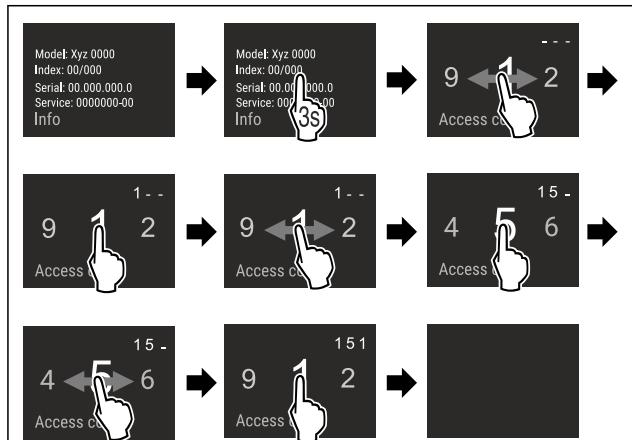

Fig. 4 Beispielhafte Darstellung: Zugang mit Zahlencode
- Fig. 4 Beispieldarste. Darstellung, Zugang mit Zahlencode